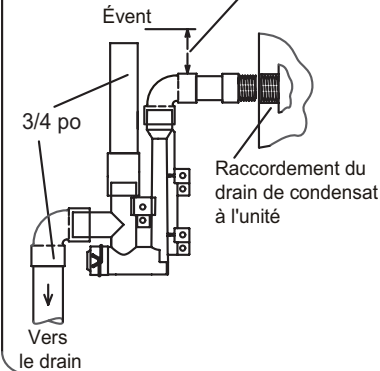

FIGURE 42
Installez le bouchon sur l'ouverture de nettoyage à la base du purgeur. Fixez avec le collier. Reportez-vous à la FIGURE 42.
- 3 - Installez le purgeur à l'aide des raccords PVC appropriés et scellez tous les joints. Collez le purgeur fourni comme illustré à la FIGURE 42. Acheminez le conduit de condensat jusqu'à un drain ouvert.